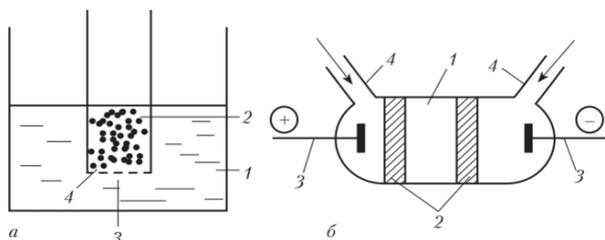

Рис. 7.11. Схемы диализа (а) и электродиализа (б):
*Диализ* — это метод очистки коллоидных растворов или растворов ВМС от содержащихся в них примесей в виде ионов или молекул, способных проникать через полупроницаемую мембрану. Примеси в результате диффузии из области с большей концентрацией самопроизвольно переходят в раствор с меньшей концентрацией, который периодически меняется. На рис. 7.11 представлена схема прибора — *диализатора*.
В *электродиализе* (рис. 7.11, б) для ускорения процесса используют электрический ток. Электродиализатор разделен чередующимися катионитовыми и анионитовыми мембранами, образующими поочередно концентрирующие и обессоливающие камеры. Через систему пропускают постоянный ток, и под действием которого катионы, двигаясь к катоду, проникают через катионитовые мембраны, но задерживаются анионитовыми, а анионы, двигаясь к аноду, задерживаются катионитовыми мембранами. В результате ионы обоих знаков выводятся в концентрирующие камеры.